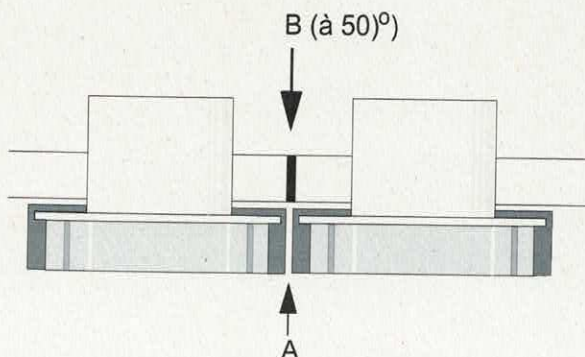

Figure 4: Réglages fondamentaux de la chaîne transport de tubes
- a. Faire tourner la machine à la main de telle manière que la ligne de division, entre deux maillons porte-godets soit en face du repère rouge, que l'on trouve sur la plaque de protection de la chaîne. Voir figure 4.